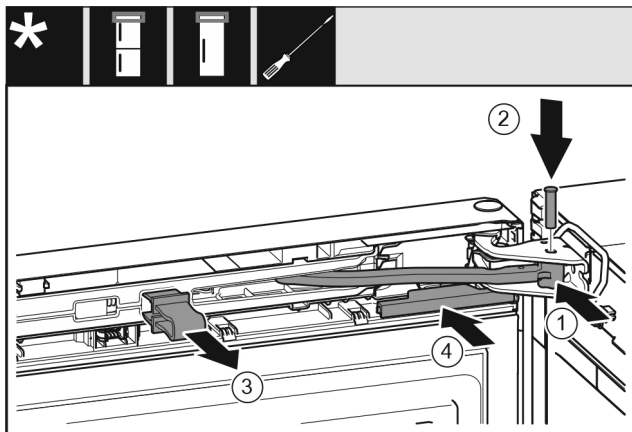

Fig. 21
- ▶ Scharnier in lagerbus draaien. Fig. 21 (1)
- ▶ Bout in de lagerbus en het scharnier aanbrengen. Opletten dat hierbij de vergrendelnok correct in de greef zit. Fig. 21 (2)
- ▶ Borging verwijderen. Fig. 21 (3)
- ▶ Afdekking erop schuiven. Fig. 21 (4)